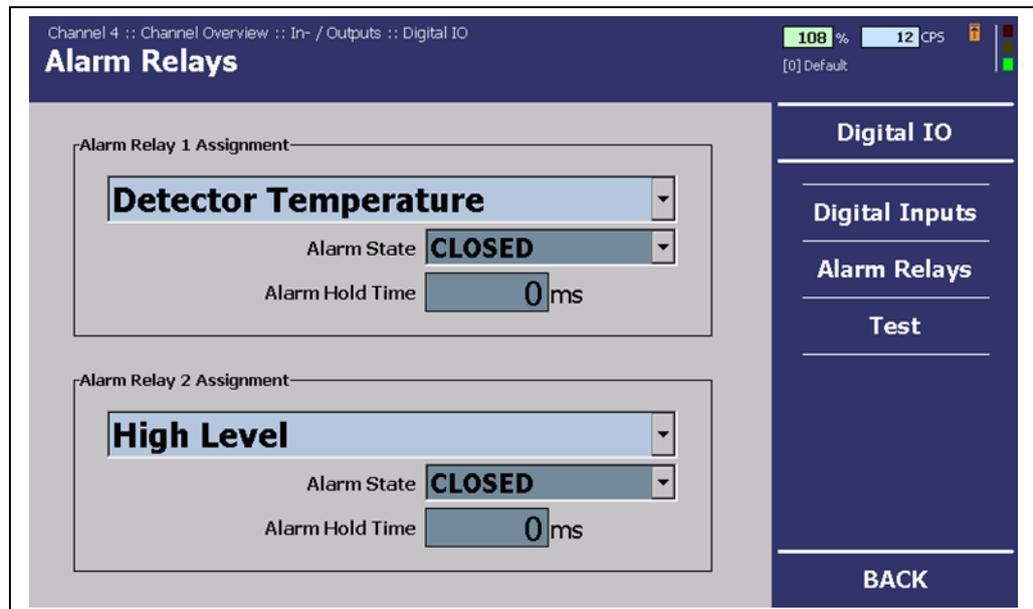

Abb. 70 Menü „Kanalübersicht“, Ein-/ Ausgänge - Digital IO (Alarmrelais)
1. Klicken Sie im Menü „Kanalübersicht“ auf Ein-/Ausgänge | Feldbus (Abb. 70, Pos. 2).
2. Klicken Sie in das Eingabefeld „Profibus: Adresse“ (Abb. 70, Pos. 1).
3. Geben Sie die im Eingabefeld „Profibus: Konfiguration“ die Adresse des Busgerätes an (Abb. 70, Pos. 1).